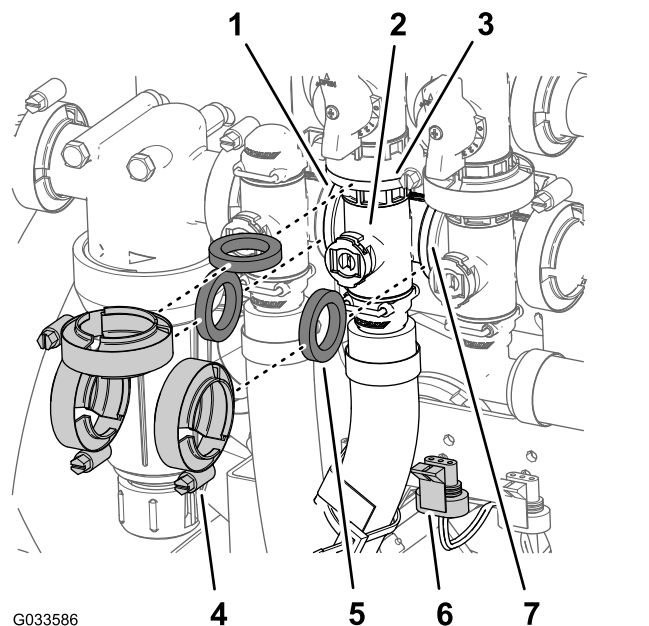

Figure 115
1. Déposez les 2 colliers à bride et les 3 joints qui fixent le collecteur de la vanne d'agitation (Figure 115) à la vanne de dérivation d'agitation, au régulateur de débit et à la vanne maîtresse des rampes.